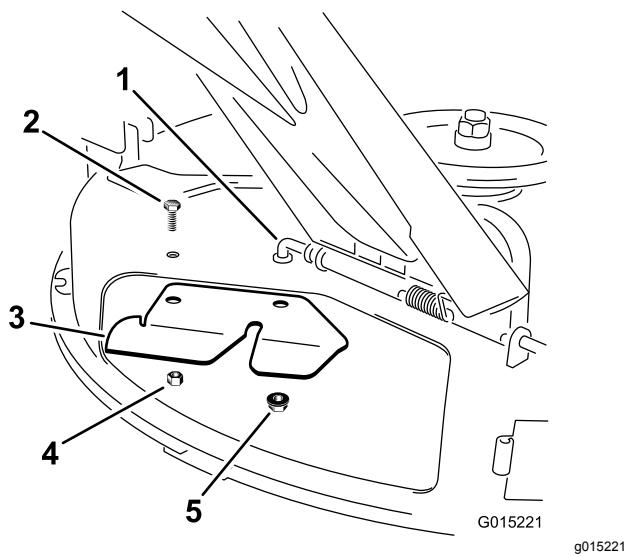

Figure 20
- Montez le déflecteur d'ouverture du système de ramassage sur le dessous du plateau de coupe (Figure 20). Fixez-le avec les fixations retirées précédemment.